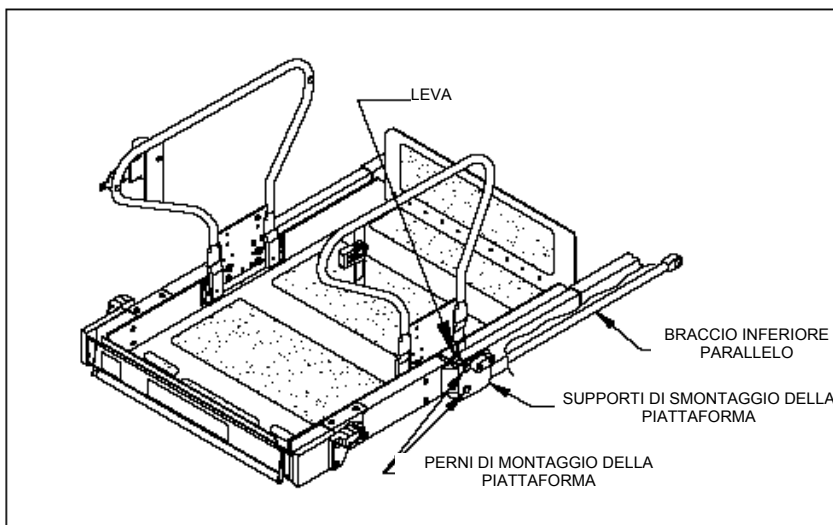

FIGURA 4-13: SEPARAZIONE DEL TELAIO DI SOLLEVAMENTO DALLA PIATTAFORMA
- k. Consultare la **Figura 4-13**. Rimuovere i perni di montaggio inferiori della piattaforma dai corrispondenti supporti e lasciare cadere i bracci paralleli inferiori.